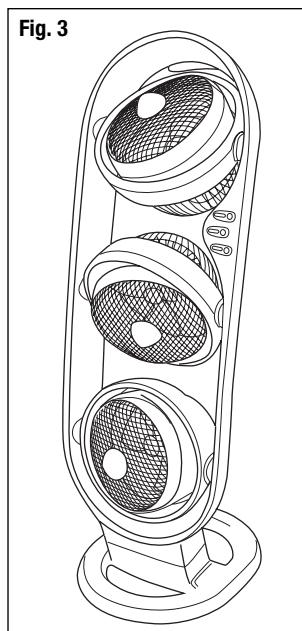

Fig. 3
- Ajuste los ventiladores individuales a la izquierda y el derecho y arriba y hacia abajo a la dirección de salida deseada (Fig. 3).